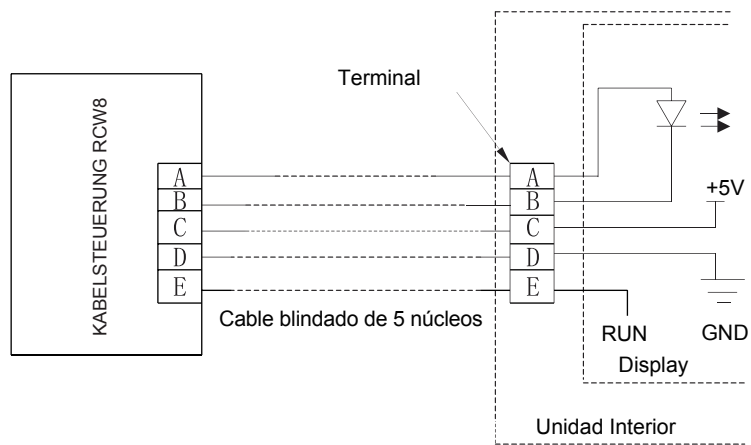

Fig. 5
- (1)- Retirar la línea de señal de 2 núcleos del orificio de montaje y pasar esta línea por el orificio redondo ubicado en la parte inferior del controlador alámbrico.
- (2)- Usar tornillos M4×25 para fijar la placa inferior del controlador alámbrico a la pared.
- (3)- Fijar la línea de señal a las pestañas A/B/C/D y E. Procurar que la línea esté bien fijada y sin posibilidad de hacer cortocircuito.(Fig. 5)
- (4)- Juntar el panel y la parte inferior.